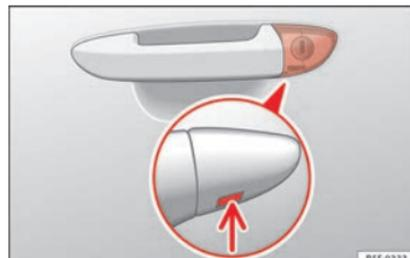

Abb. 3 Fahrertürgriff: verborgener Schließzylinder.
- Den Schlüsselbart am Fahrertürgriff in die untere Öffnung der Abdeckkappe stecken »» Abb. 3 (Pfeil) und die Abdeckkappe von unten nach oben abziehen.